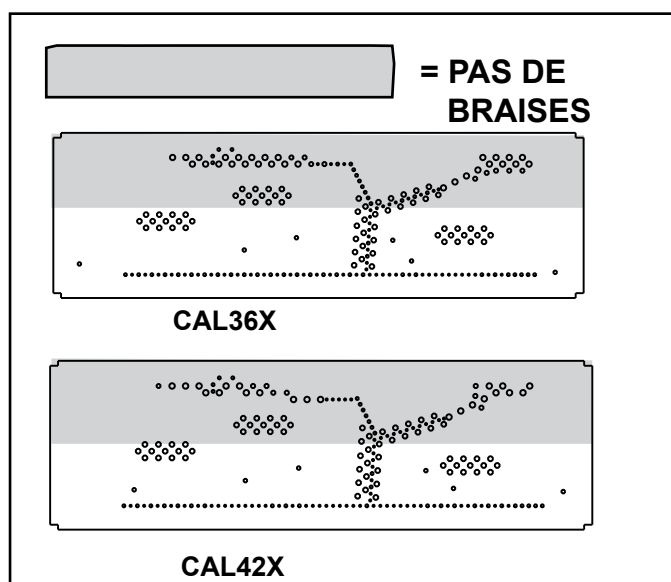

Figure 11.10 Emplacement du support/des braises du brûleur
- Les braises ne peuvent être placées que dans les zones illustrées à la figure 11.10.